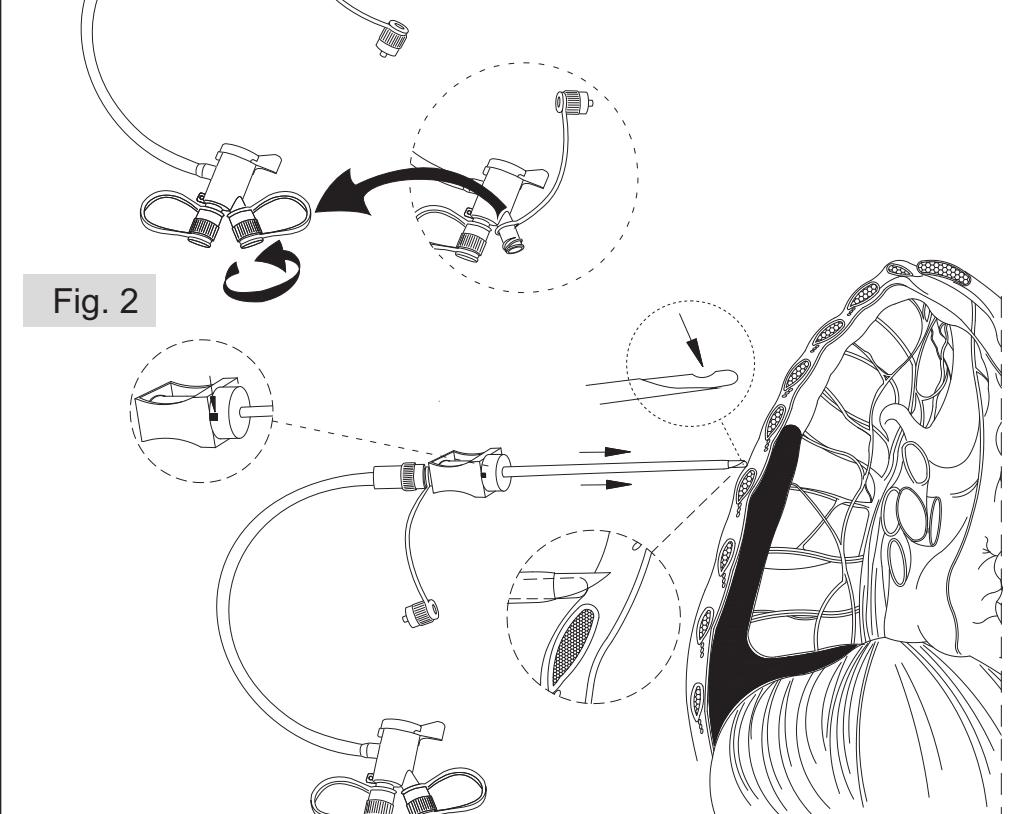

Fig. 2
2. Die Spitze des Mandrins an der Haut des Patienten ansetzen und einen leichten Druck ausüben, bis die grüne Markierung verschwindet (Abb. 2).
2. Следует приставить конец мандрина к коже пациента и произвести легкое нажатие настолько, чтобы исчез визуальный индикатор зеленого цвета (рис.2).
2. Appuyer la pointe du mandrin sur la peau du patient et exercer une légère pression jusqu'à ce que l'indicateur visuel vert disparaîtse (fig. 2).